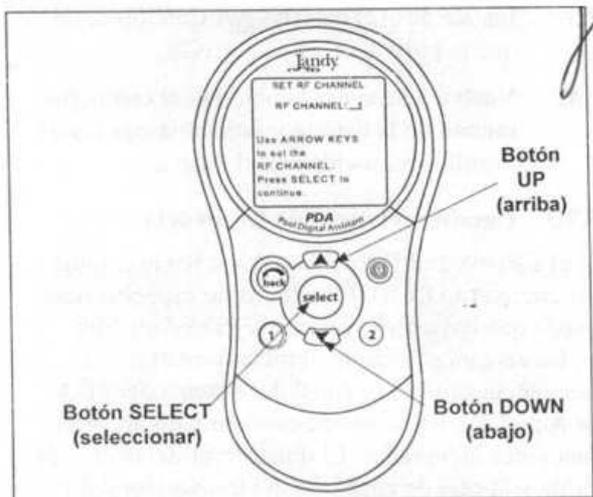

Figura 21. Fixação dos canais e botões do controle remoto do PDA.
2. No controle remoto do PDA, pressione os botões e mantenha pressionados ao mesmo tempo as flechas de UP (acima) e DOWN (abaixo) por três (3) segundos. Após 3 segundos, aparecerá o visor CHANNEL SETUP (troca de canal) (ver Figura 21). Selecione um canal.